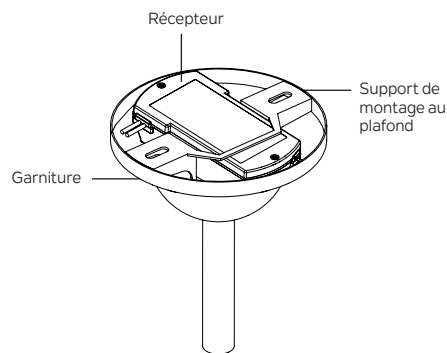

Fig. 3
Étape 5. Une fois tous les raccordements effectués, reposez la monture sur le support de montage au plafond. (Fig. 3)